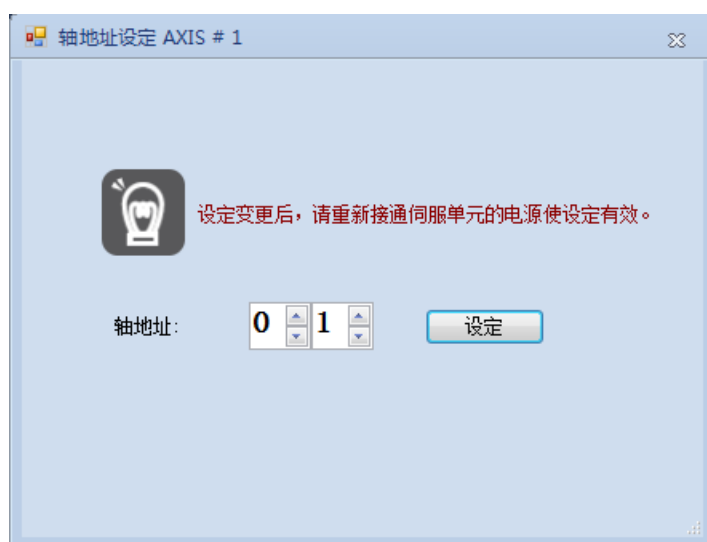

图 9-1 轴地址设定窗口
1. 点击<轴设定>，打开轴地址设置窗口，如图 9-1 所示。